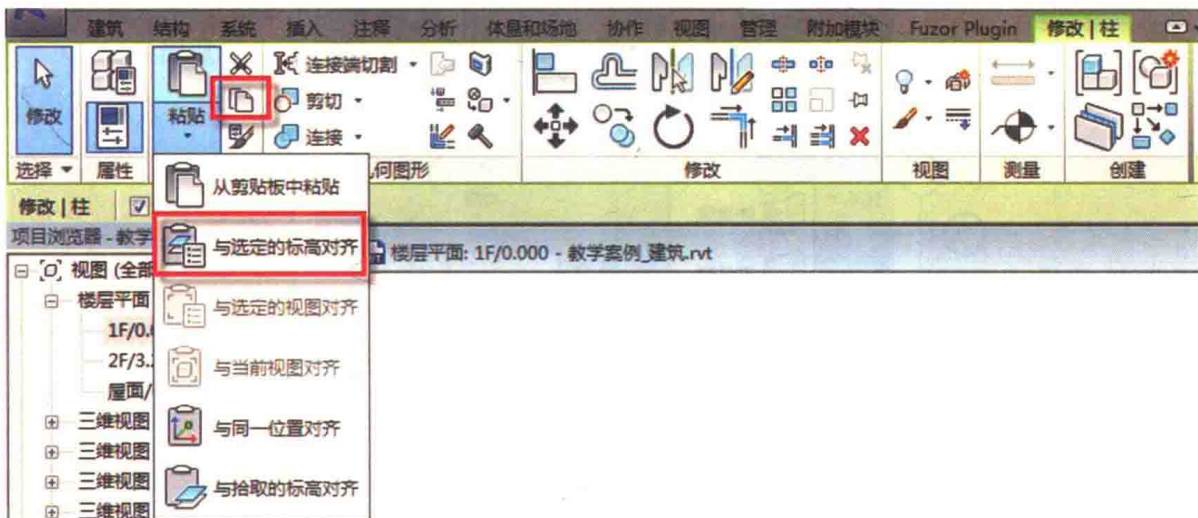

图 1-2-8
(5) 选中 1F 楼层平面视图中所有结构柱。如图 1-2-8 所示,单击【修改|柱】选项卡【剪贴板】面板中的【复制】命令,再单击【剪贴板】面板中【粘贴】工具下方的下拉三角箭头,从下拉列表中选择【与选定标高对齐】选项,弹出【选择标高】对话框。在列表中选择“2F”,单击【确定】按钮,将结构柱对齐粘贴到 2F 标高位置。